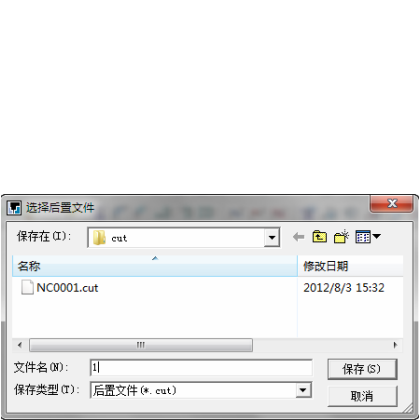

图 8-29 “选择后置文件”对话框
3) 选择下拉菜单“加工”→“后置处理”→“生成 G 代码”命令，系统自动弹出“生成后置文件”对话框。根据自己的意愿选择存取后置文件 (*.cut) 的地址，并要求填写后置程序文件名，可对其进行编辑，如图 8-29 所示。